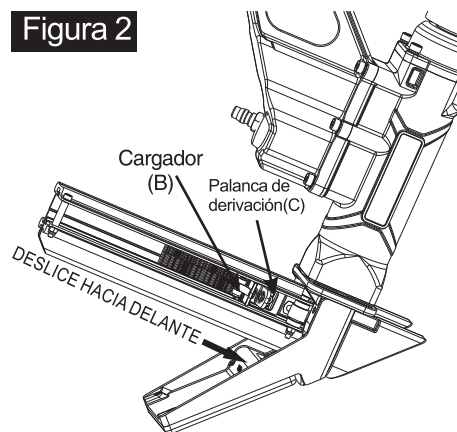

Figura 3
3. Esta herramienta utiliza una palanca de derivación activada por resorte para cargar y descargar los clavos. Después de colocar los clavos de forma correcta, jale el disparador (B) completamente hacia atrás, presionando hacia la palanca de derivación (C) del disparador. (Consulte la figura 3)